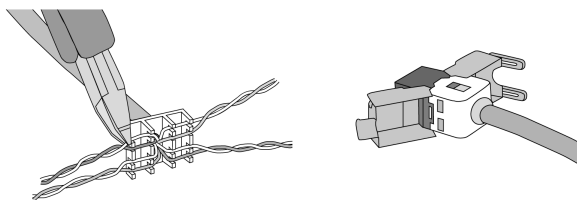

Bild 5: Anslutning adapterkontakt till Ethernet-ledning
- Anslut Ethernet-ledningen till Ethernet-adapterkontakten. Skala av Ethernet-ledarna, avisolera dem inte och lägg in dem i adapterkontaktens lock. Korta av utstickande ledare och skjut på locket i rätt läge på adapterkontakten (Bild 5).
- Anslut medföljande Ethernet-adapterledning till klämma (11) och på Ethernet-adapterkontakten.